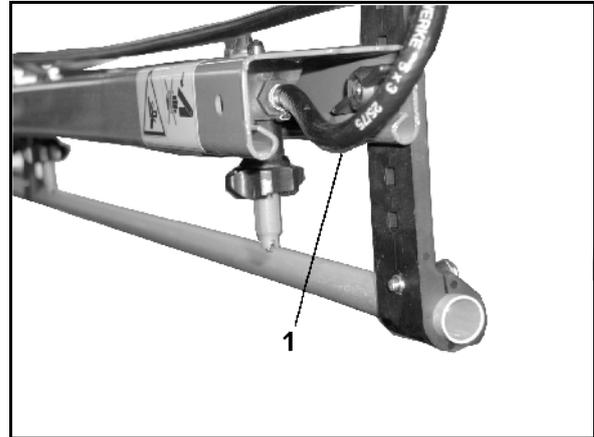

Fig. 107
- ermöglicht bei eingeschaltetem Druck-Umlauf-System einen ständigen Flüssigkeits-Umlauf in der Spritzleitung. Hierzu ist jeder Teilbreite ein Spülanschluss-Schlauch (Fig. 107/1) zugeordnet.
- ein Spülanschluss-Schlauch (Fig. 107/1) pro Teilbreite.